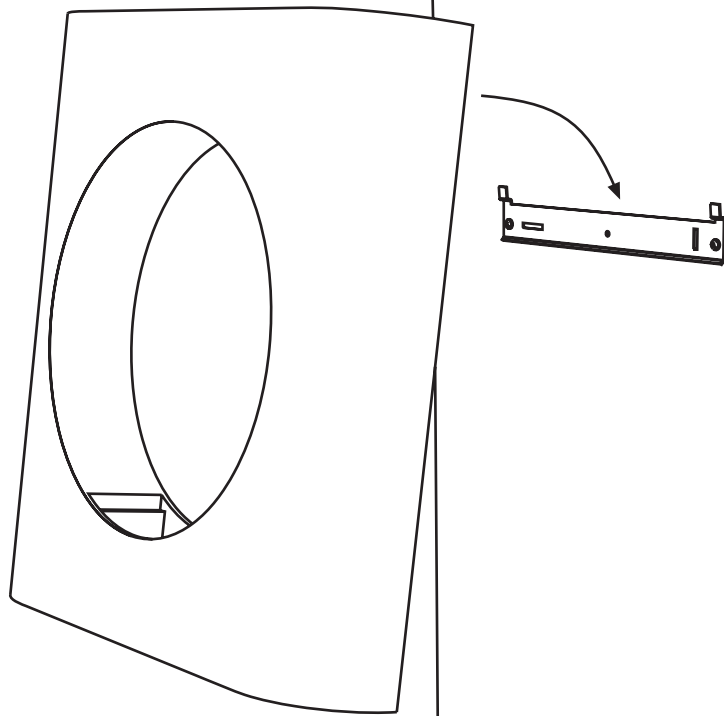

Abb. 6
- Der Kamin wird auf der an der Wand befestigten Befestigungsschiene E eingehängt (siehe Abb. 6).